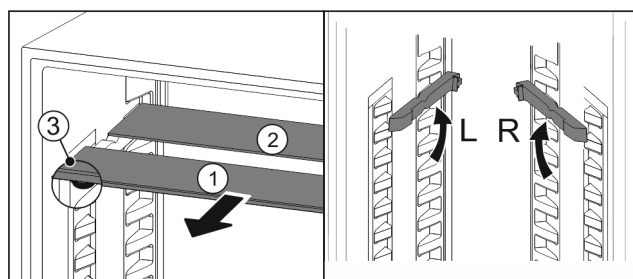

Fig. 17
- ▶ Skleněné desky jednotlivě vytáhněte dopředu Fig. 17 (1).
- ▷ Skleněná deska Fig. 17 (1) s ozdobnou lištou leží vpředu.
- ▷ Zádržky Fig. 17 (3) směřují dolů.